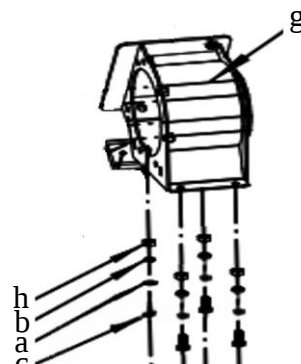

Fig. 3c
- Fissare la camera di triturazione utilizzando i dadi di bloccaggio (h), le rondelle elastiche (b), le rondelle piatte (a) e i bulloni esagonali (c) in dotazione. Vedere la Fig. 3c.